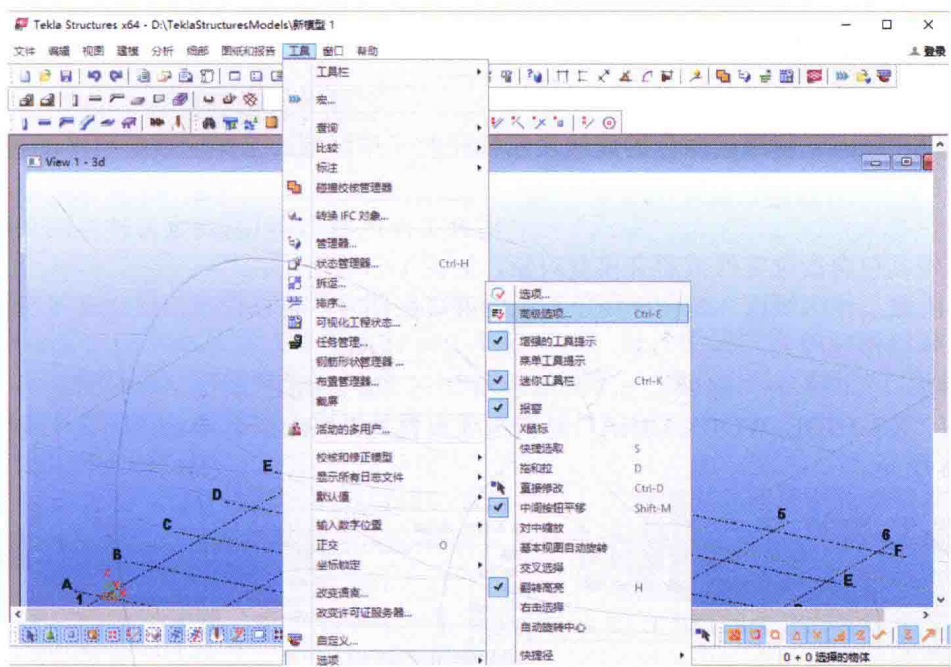

图 1-15 工具→选项→高级选项
(1) 单击“工具”→“选项”→“高级选项”，调出“高级选项 - 模型视图”，如图 1-15 所示。